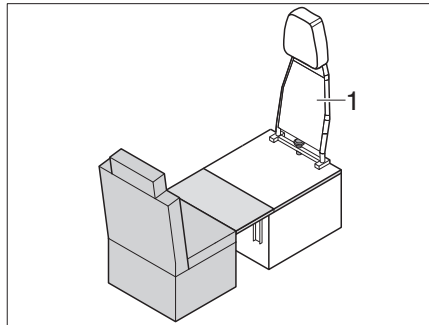

Fig. 215 Transformación del modo marcha al modo dormir
- Desmontar el respaldo (Fig. 215,1) del asiento individual (ver el capítulo 7.16.8).